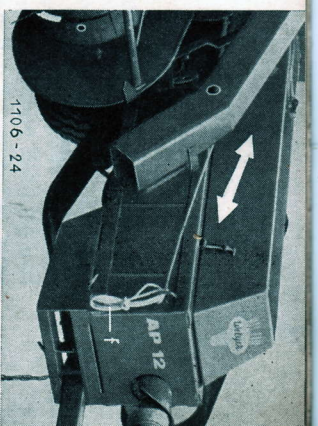

Bild 20
**Aufsamlerhöhe einstellen** (Bild 20): Zugseil f am Schlepper festknöten und Aufsammler durch wiederholtes **leichtes** Ziehen stufenweise heben oder senken.